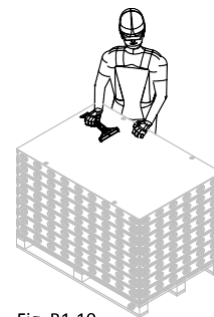

Fig. B1.10
4. Почистете и преместете елементите до следващото място за кофриране. (Fig. B1.10). Почистване – виж секция E1.